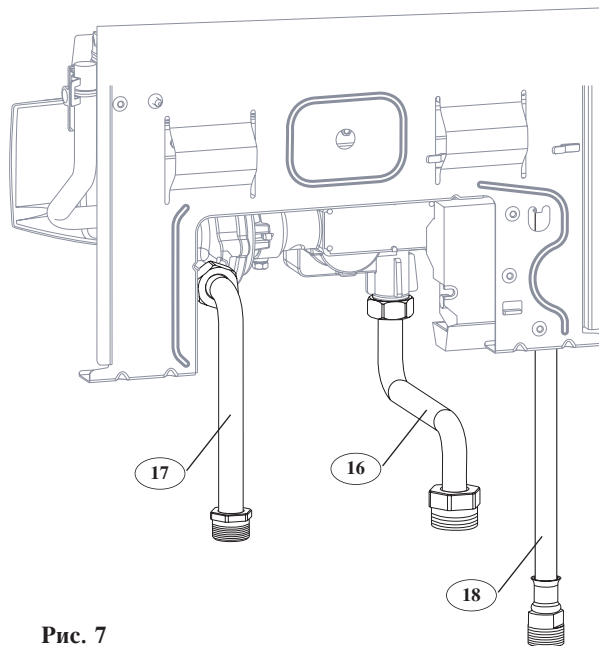

Рис. 7
**Подключение природного газа (рис. 7):**
- Одна изогнутая трубка (16) 14 x 0,75 с резьбой 3/4 дюйма.
**Подключение газа бутана - пропана (рис. 7):**
**Подключение холодной воды (рис. 7):**
- Одна изогнутая трубка (17) 14 x 0,75 с резьбой 1/2 дюйма.
**Подключение горячей воды с помощью дюритового шланга, (18) (рис. 7), установленного на аппарате.**
- Закройте кран подачи холодной воды (17) (рис. 7).